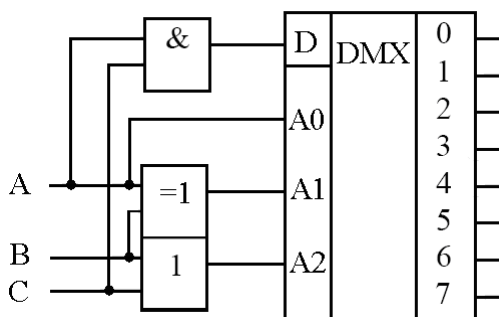

Рис. 8
28. Составьте таблицу истинности для цифрового устройства, изображенного на рис. 8.